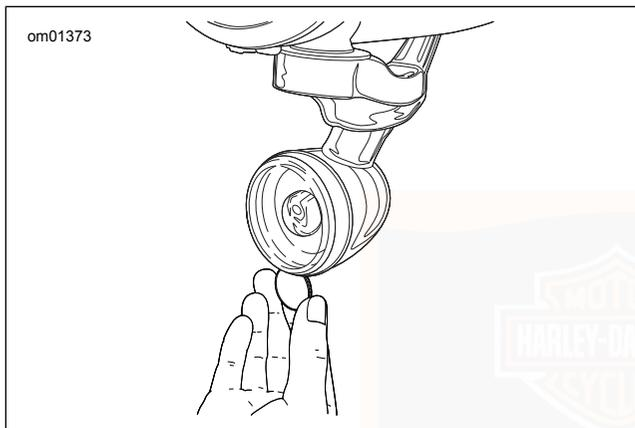

Abbildung 89. Kerbe in der Streuscheibe
1. Siehe Abbildung 89. Eine Münze oder die Klinge eines kleinen Schraubendrehers in die Kerbe an der Unterseite der Streuscheibe einsetzen. Vorsichtig drehen, bis der Streuscheibendeckel aus dem Lampengehäuse herausspringt.